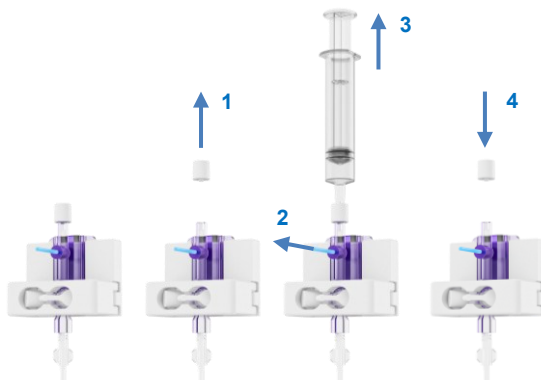

Figura 24 Eliminarea aerului din senzorul de presiune
- Îndepărtați capacul din partea superioară a senzorului de presiune și plasați o seringă sterilă pe port (Figura 24; pasul 1).
- Pentru a umple linia de presiune și pentru a elimina aerul, trageți clapeta albastră (Figura 24; pasul 2) în timp ce aspirați cu seringă (pasul 3). Opriti-vă după ce aerul a fost eliminat.
- Puneți capacul înapoi pe senzorul de presiune (Figura 24; pasul 4)